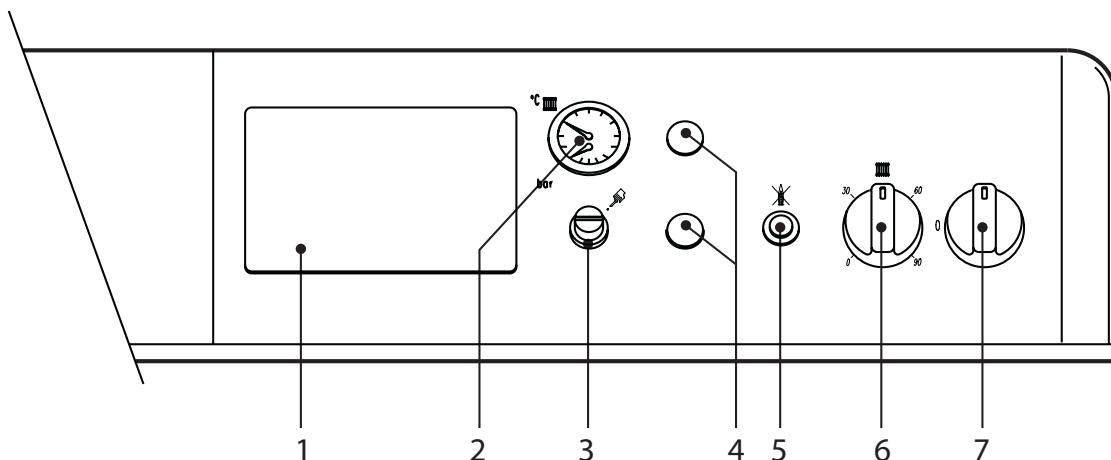

Рис.1
- о Поверните переключатель котла "7" в положение 1 (Рис. 1).
- о Если на котле установлен электронный терmostатический контроллер (поз.1 Рис. 1), пользователь должен учсть инструкции его изготовителя.
Поверните ручку 6 (Рис. 1) по часовой стрелке для увеличения температуры воды в системе, для ее снижения поверните ручку против часовой стрелки. Температура может изменяться в пределах от 30°C до 90°C. Рекомендуется эксплуатировать котел при температуре не ниже 45°C.
Установите желаемую температуру, используя терmostат помещения. Управляемый терmostатом помещения котел запускается и подает в систему отопления воду с температурой, установленной регулировочным терmostатом котла 6 (Рис. 1). При достижении заданной температуры в помещении, котел прекращает работать.
Давление холодной воды в заполненной системе должно составлять 1 бар (давление показывает манометр котла деталь 2, Рис. 1). В случае снижения давления в системе (вызванного испарением газов, растворенных в воде), пользователь должен повысить его, осуществив подпитку системы, используя наполнительный кран. После окончания операции подпитки, всегда закрывайте кран.